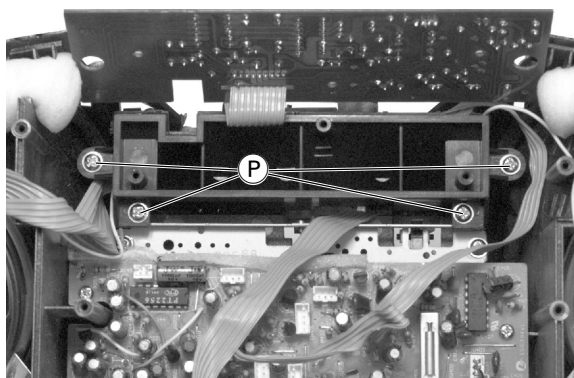

Fig. 17
- 4 Schrauben ② (Fig. 17) herausdrehen und Bedienteil mit Halterung herausnehmen.
- Undo the 4 screws ② (Fig. 17) then remove the control unit together with its holder.